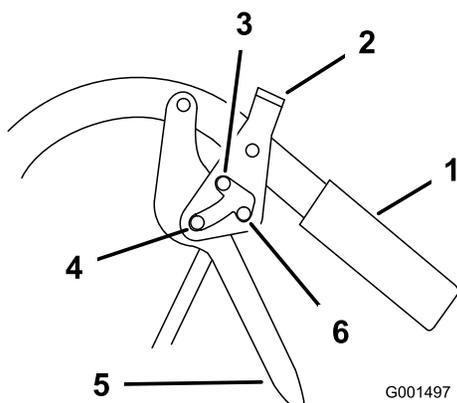

Figura 7
1. Apriete las palancas de avance (Figura 7).
2. Coloque los dedos pulgar sobre la parte superior de los cierres y desplácelos hacia adelante a la posición de **aparcamiento** (Figura 7).
1. Apriete hacia atrás las palancas de avance (Figura 7).
2. Coloque los dedos pulgar sobre la parte superior de los cierres y desplácelos hacia atrás a la posición de avance (Figura 7).
2. Coloque los dedos pulgar sobre la parte superior de los cierres y desplácelos hacia atrás a la posición de bloqueo de punto muerto (Figura 7).
2. Coloque los dedos pulgar sobre la parte superior de los cierres y desplácelos hacia adelante a la posición de avance (Figura 7).